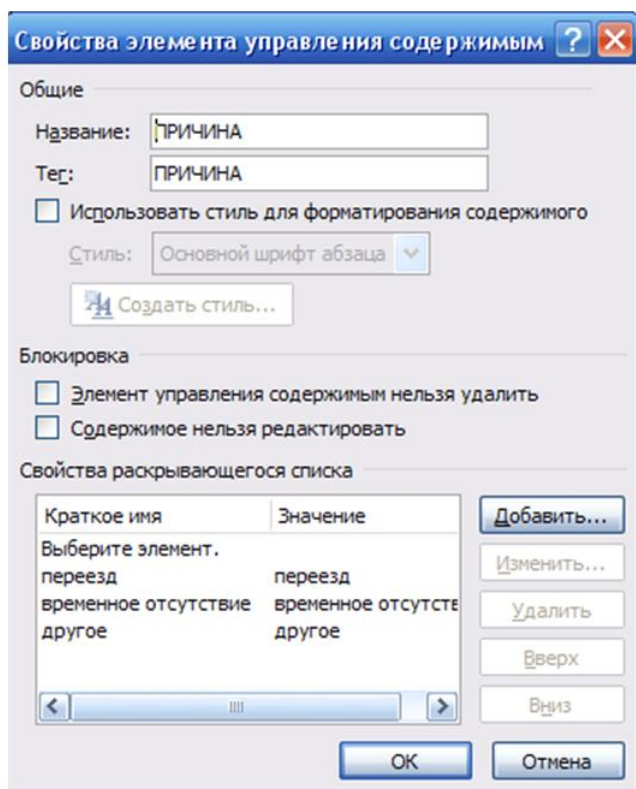

Рисунок 16. Сформированный список элемента управления ПОЛЕ СО СПИСКОМ
- повторите этот шаг, пока все варианты не окажутся в списке (см. рис. 16).